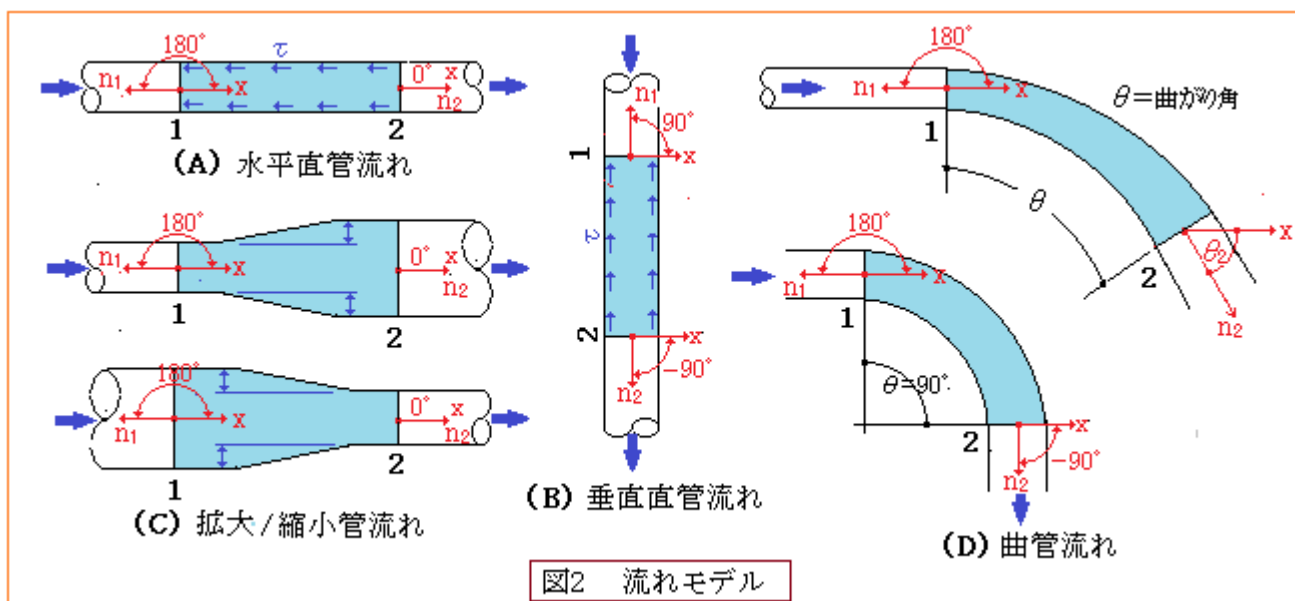

図2 流れモデル
2.1 直管流れ (図 2(A)(B))
まず図 2 の(A)の水平直管を考えると、図に示すように $\theta_1 = 180^\circ$ $\theta_2 = 0^\circ$ 及び $A_1 = A_2 = A$ なので
(2) 次に図 2(B)の垂直々管を考える。この場合、 $\theta_1 = 90^\circ$ 、 $\theta_2 = -90^\circ$ なので
2.2 拡大/縮小管流れ (図 2(C))
2.3 曲管流れ (図 2(D))
2.4 曲面壁に沿う流れ (図 2 (E))
2.5 衝突噴流 (図 2(F))
2.6 合流分岐流れ (図 2(G))
2.7 PB ロケットの推力 (図 2(H))
2.8 移動水槽からの放水 (図 2(I))
2.9 注水時の水槽の重さ (図 2(J))
2.10 角運動量に関する例 (図 2(K) (L))